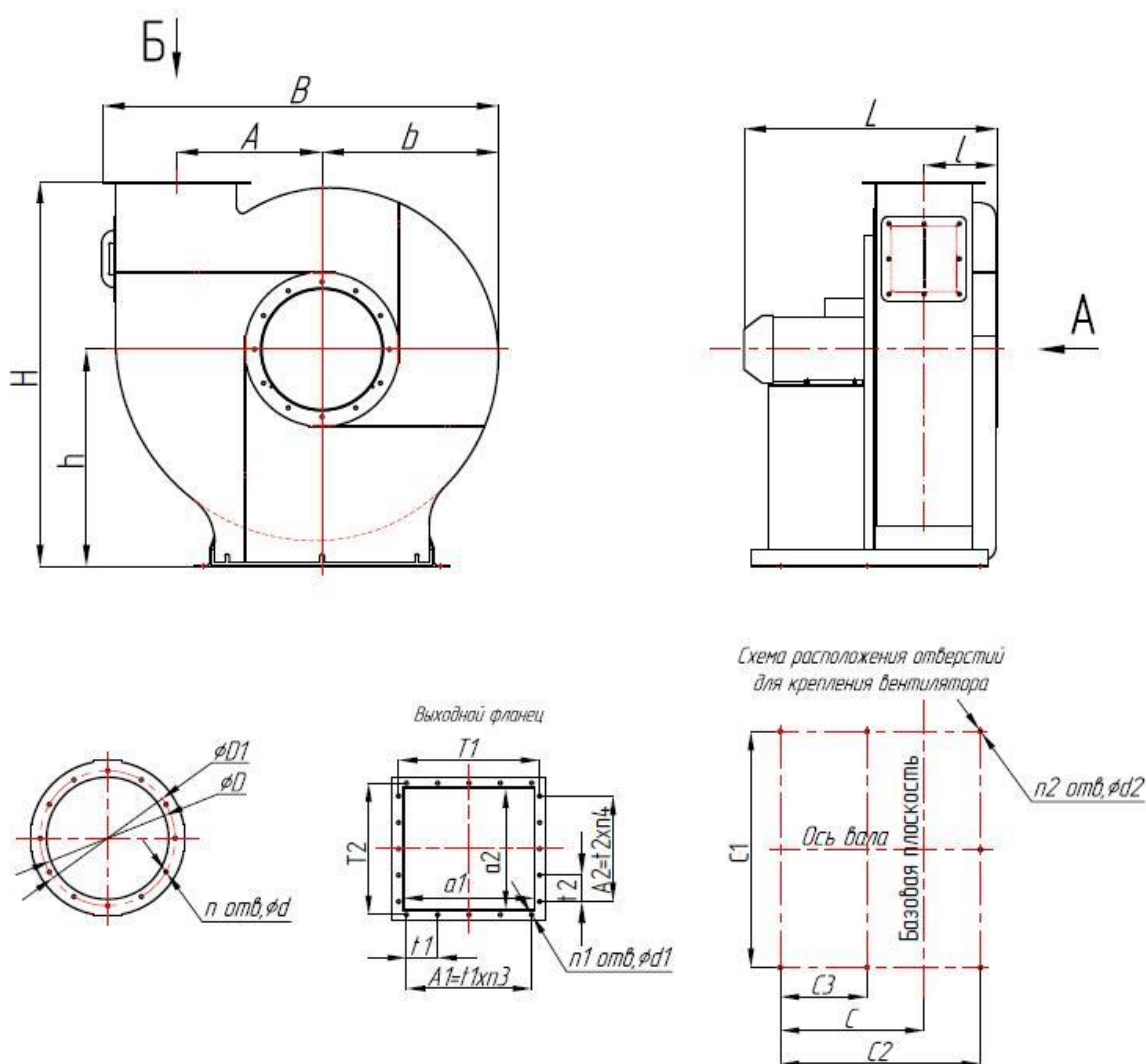

РИС. 1. Габаритные и присоединительные размеры вентиляторов
1.2.2. Устройство вентиляторов, габаритные, присоединительные и установочные размеры вентиляторов указаны на рис. 1, рис. 2, табл. 1, табл. 2.